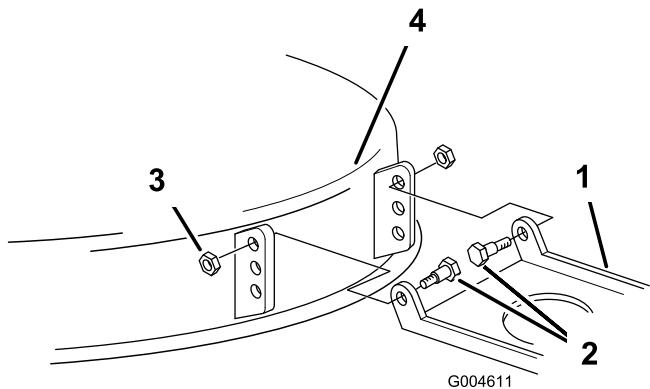

Figura 46
18. Si no es posible lograr una inclinación de la parte delantera de 6 a 16 mm girando la tuerca de ajuste de la inclinación, mueva el soporte de pivote del cortacésped (Figura 46).
19. Retire los pernos de cuello largo y las contratuerca del cortacésped (Figura 46).
20. Baje el pivote del cortacésped al taladro inmediatamente inferior y vuelva a colocar los pernos de cuello largo y las contratuerca (Figura 46).